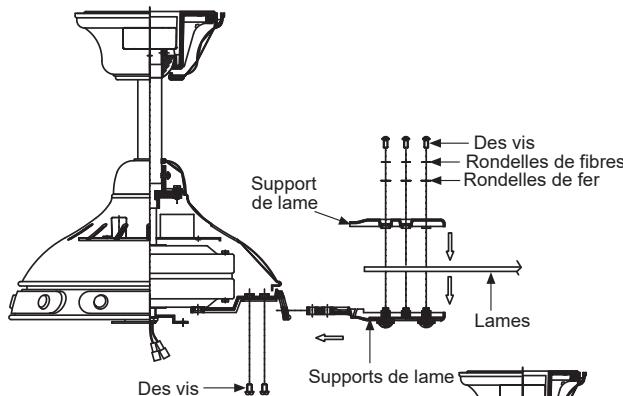

Fig. 17
**Étape 1.** Placez une lame entre un support de lame et un médaillon de support de lame. Fixez les trois pièces à l'aide des vis, des rondelles en fibre et des rondelles en fer fournies. (**Fig. 17**)
**Étape 2.** Fixez chaque lame au moteur à l'aide de deux vis de montage pour chaque lame. (**Fig 17**) **REMARQUE:** Assurez-vous que ces vis de montage sont bien serrées.